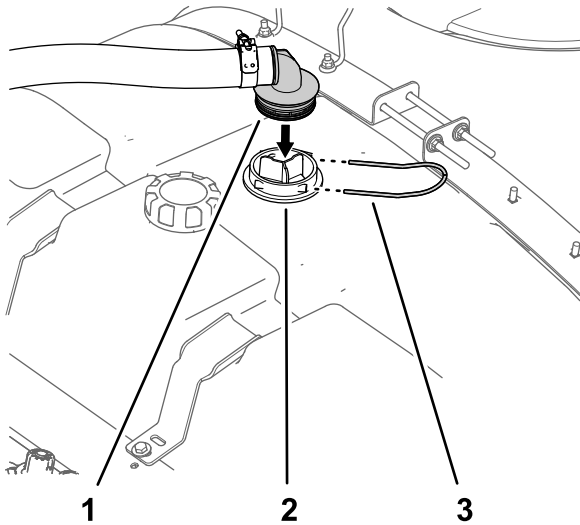

Figura 15
1. Allineate il raccordo dentellato a 90° del flessibile di alimentazione all'alloggiamento per la griglia di aspirazione (Figura 15).
2. Fissate il raccordo dentellato a 90° all'alloggiamento (Figura 15) con la forcellina che avete rimosso al passaggio 4 di Preparazione del serbatoio di irrorazione (pagina 7).